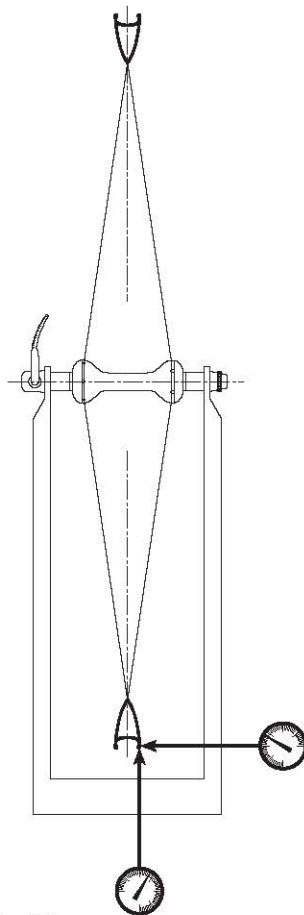

Fig. 54
- Per effettuare il centraggio posizionare la ruota su un supporto centraruote rigido, bloccatela con il bloccaggio rapido e controllate lo sbandamento assiale e radiale per mezzo di un comparatore (Fig. 54).
- To center, place the wheel on a rigid wheel-centering support, lock it by means of the quick release skewer, and check the trueness and circularity using a comparator (Fig. 54).
- Zur Zentrierung des Laufrads auf einen starren Halter stellen, mit dem Schnellspanner blockieren und den Seiten- sowie den Rundschlag mit Hilfe von Meßuhren oder Anschlägen überprüfen (Abb. 54).
- Pour réaliser le centrage, positionnez la roue sur un support de centrage des roues rigide, bloquez-la à l'aide du blocage rapide et contrôlez les débattements axial et radial à l'aide d'un comparateur (Fig. 54).
- Para efectuar el centrado colocar la rueda en un soporte centrarruedas rígido, bloquearla con el bloqueo rápido y comprobar su ladeo axial y radial mediante un comparador (Fig. 54).
- Om het wiel te kunnen centreren plaatst u het in een stevige wielrichter en zet het wiel vast door gebruik te maken van de snelspanner. De zijdelingse en verticale uitslag controleert u met behulp van een geleider (Fig. 54).